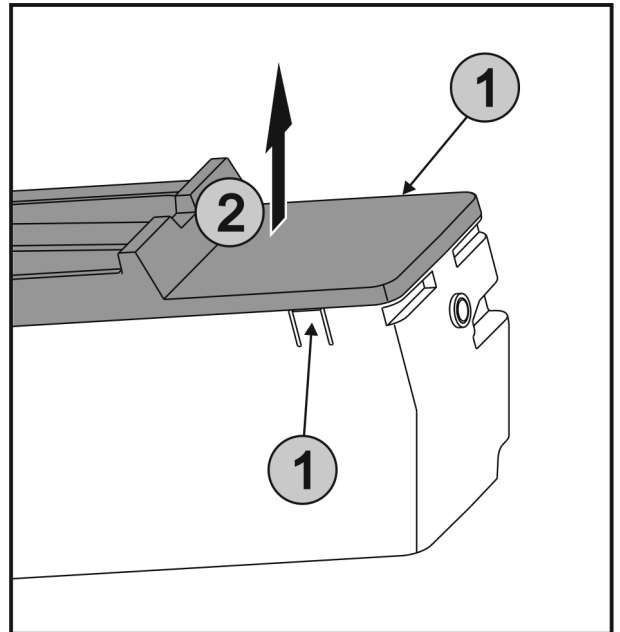

Fig. 41
- Premere contemporaneamente le linguette Fig. 41 (1) su entrambi i lati di EasyTwist-Ice e rimuovere la copertura sollevandola verso l'alto Fig. 41 (2).